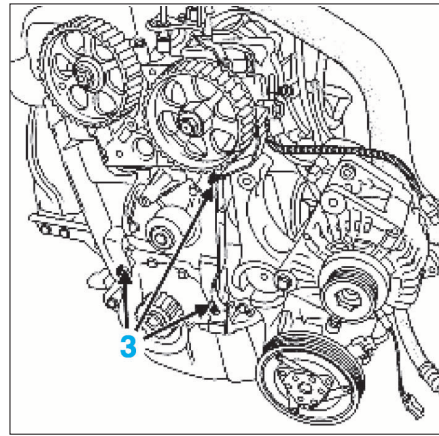

FIG. 81
- Déposer les vis (3) puis le carter intérieur de distribution (Fig.81).